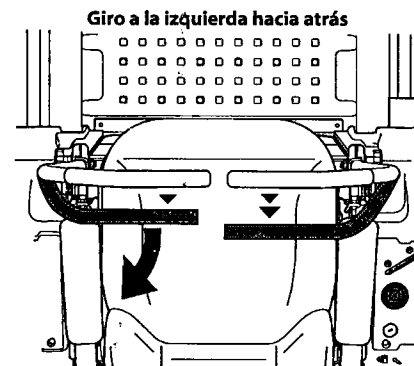

Figura 3-7
1. Para girar a la izquierda mientras se desplace marcha atrás, mueva la palanca de control izquierda hacia adelante respecto de la palanca derecha. Consulte Figura 3-7.